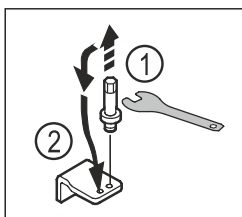

Fig. 13
- ▶ Draai de bout van de onderste lagersteun los met een SW5-inbussleutel. Fig. 13 (1)
- ▶ Plaats de bout aan de andere kant. Fig. 13 (2)